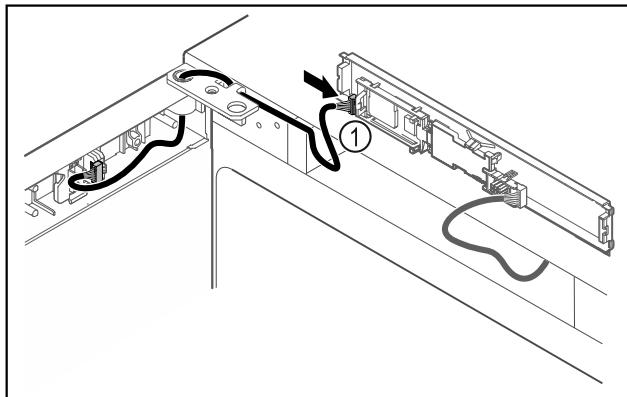

Fig. 46
- Zapojte zástrčku Fig. 46 (1) na doske plošných spojov.